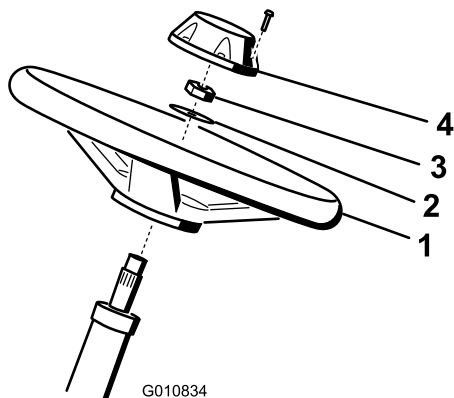

Figura 5
1. Collocate il volante sul piantone (Figura 5).
2. Collocate la rondella sul piantone (Figura 5).
3. Fissate il volante sul piantone per mezzo di un dado di bloccaggio serrato a 27–35 N m (Figura 5).
4. Montate il coprimozzo sul volante e fissatelo con l'aiuto di 6 bulloni (Figura 5).